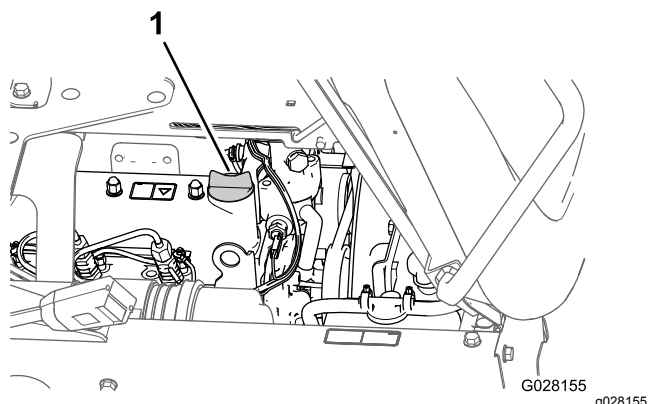

图 73
- 从发动机气门室盖的加油颈上取出加油颈盖慢慢从加油颈注入规定油量的大约 80% 图 73。
- 将加油颈盖重新装入加油颈 图 73。